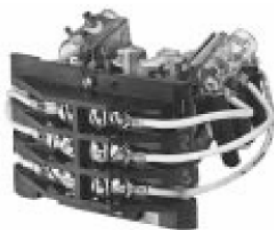

Рис. 5
1. Установите новый ртутный переключатель в зажимы, обеспечив зазор 3/8 дюйма (9,5 мм) между краем зажима и точкой прикрепления проводов к стеклянной трубке. Провода должны быть направлены под углом 90° к горизонтальной плоскости (см. **рис. 5**).